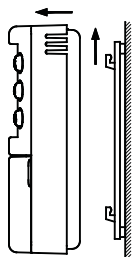

Abb. 2
2. Lösen Sie die Wandhalterung vom Regler, siehe Abb. 2.